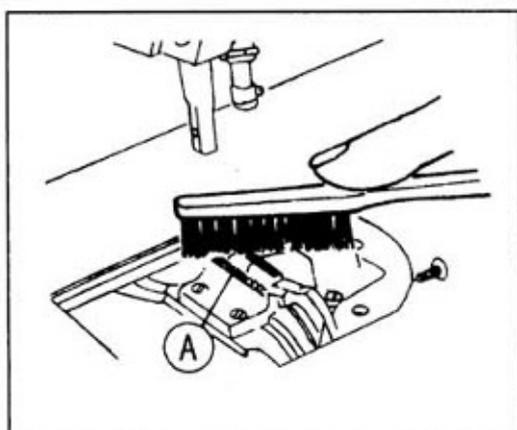

图 31
23. 定期清扫(图 31, 32, 33)
先卸下针板, 清除送布牙 A 间距(牙槽)内的尘垢, 如图 31 所示。然后再安好针板。